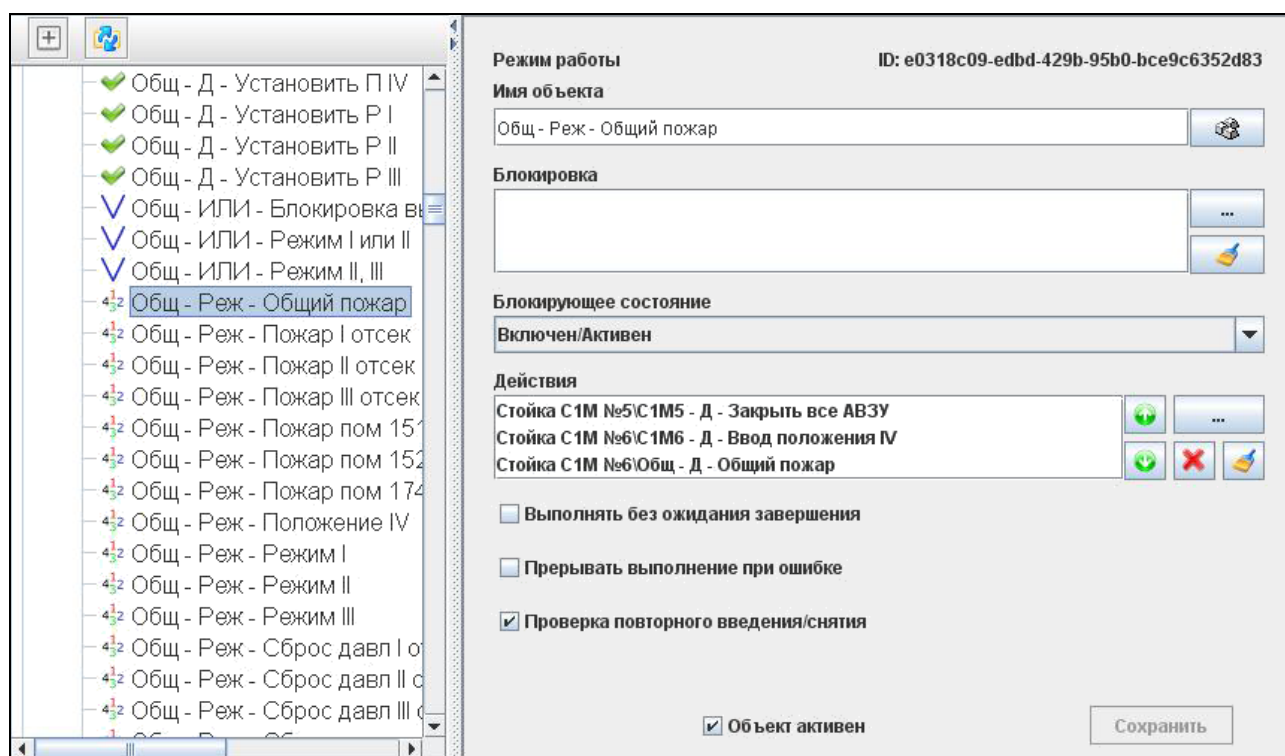

Рисунок 37 — Элемент «Режим работы»
3.10.9.1. Объединяет собой определенный набор действий, выполняемый при вводе этого режима работы (рис. 37). Является дискретным устройством (введенный режим аналогичен состоянию «Включен», не введенный режим — состоянию «Выключен»).